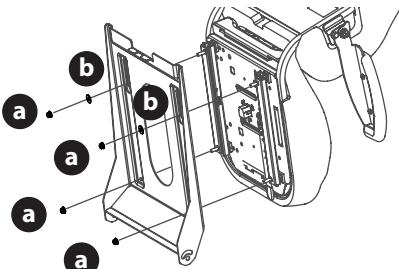

Figure 6
- b. Pour le levier d'ajustement du siège : utilisez les écrous de blocage à bride (a) et les rondelles plates (b) (Figure 6).